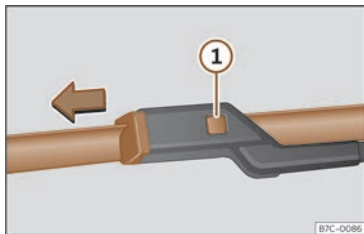

Abb. 215 Scheibenwischerblätter vorne auswechseln.
- Die Entriegelungstaste >>> (Abb. 215) ① gedrückt halten und gleichzeitig das Scheibenwischerblatt vorsichtig in Pfeilrichtung abziehen.